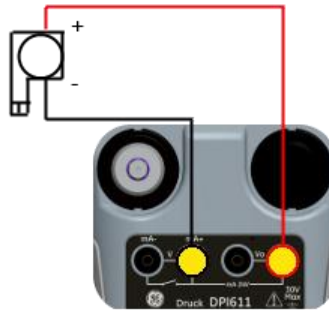

Figure 2-20 Mesure de courant sur CH1. Plage ± 55 mA
- *Figure 2-20* indique comment configurer CH1 pour mesurer ou générer un courant avec une boucle d'alimentation interne.